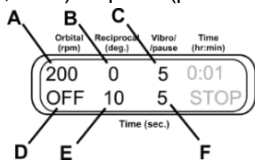
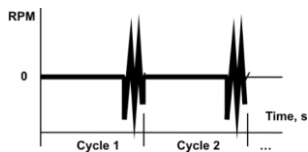

Рисунок 11.
Рисунок 12.
7.9.4. Вибрирующее движение + пауза. Отключите орбитальное движение, установив время ниже нуля (рис. 11/D, OFF). Установите амплитуду возвратно-поступательного движения на ноль градусов (рис. 11/B). Установите время для возвратно-поступательного движения (рис. 11/E, 1–250 с), это будет продолжительность паузы. Установите амплитуду (рис. 11/C, 0–5°) и время (рис. 11/F, 1–5 с) для вибрирующего движения (рис. 12).